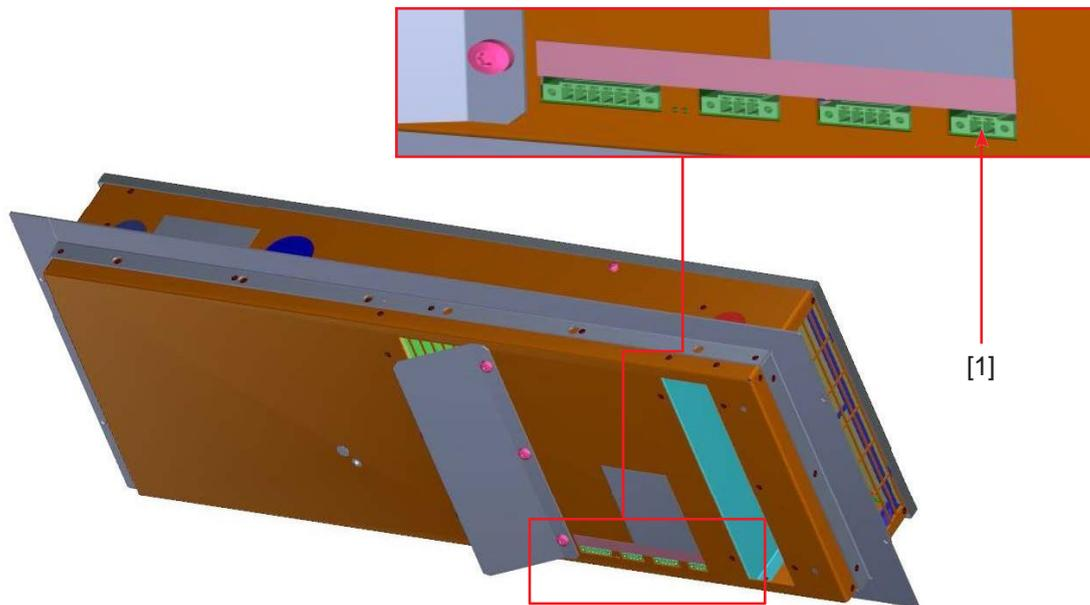

Abbildung 14: Stromversorgung
- Stromversorgung trennen ([1] - Abb. 14)!